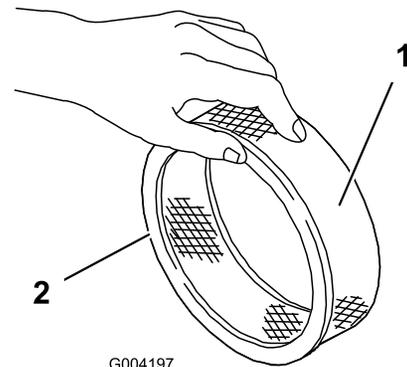

Bild 42
- Untersuchen Sie den Papiereinsatz auf Risse, einen öligen Film und Schäden an der Gummidichtung (**Bild 42**).
- Schieben Sie den Schaumfiltereinsatz vorsichtig auf den Papierfiltereinsatz (**Bild 42**).